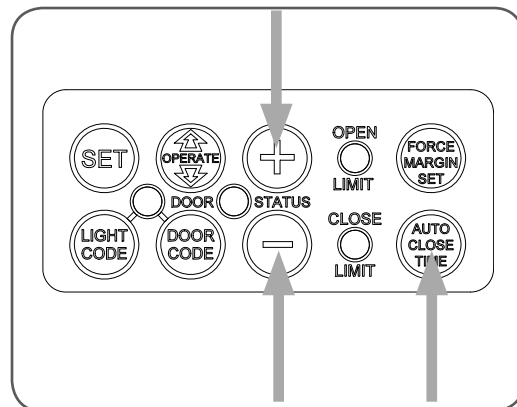

fig 40
- Hold down the AUTO CLOSE TIME button (**Fig. 40**).